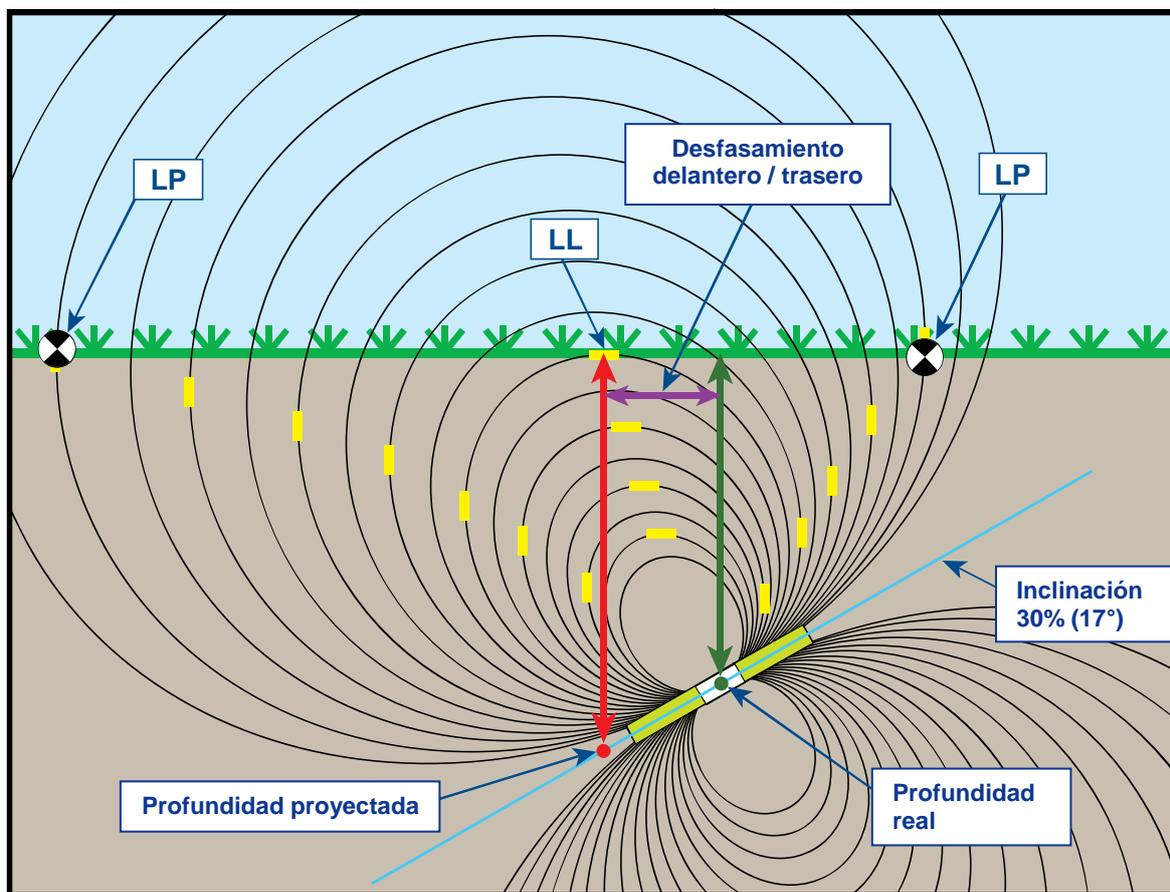

Figura B2. Profundidad proyectada vs. profundidad real y desplazamiento delantero/trasero con inclinación y profundidad
La profundidad proyectada y el desplazamiento delantero/trasero, mostrados en la Figura B2, deben ser tomados en cuenta cuando el transmisor se encuentra inclinado y/o profundo. Ver las tablas proporcionadas más adelante en este apéndice (Tabla B1 y B2) para determinar la profundidad real y el desplazamiento delantero/trasero cuando se conoce la profundidad e inclinación mostradas (proyectadas) del transmisor.
La Figura B2 muestra un transmisor colocado en una sarta de perforación que se supone es para ilustrar la perforación en una inclinación positiva o negativa - la inclinación es positiva si se está perforando de izquierda a derecha y es negativa si se está perforando de derecha a izquierda. El campo de señal del transmisor también está inclinado al mismo ángulo que el transmisor. La línea de localización (LL), que se encuentra en donde se toma la medición de la profundidad, es el componente horizontal de las líneas de flujo de campo de señal del transmisor. Es decir, la LL se encuentra donde las líneas de flujo son horizontales, tal como se ilustra con las líneas amarillas horizontales cortas en la figura anterior.
Los puntos de localización (FLP y RLP) se muestran también en la Figura B2. Estos puntos se localizan en los componentes verticales del campo de señal, tal como se ilustra con las líneas amarillas verticales cortas en la figura anterior. Note que los puntos de localización no se encuentran a la misma distancia de LL cuando el transmisor se encuentra inclinado. Nuevamente, esta situación requiere de compensación para la profundidad proyectada y el desplazamiento delantero/trasero.